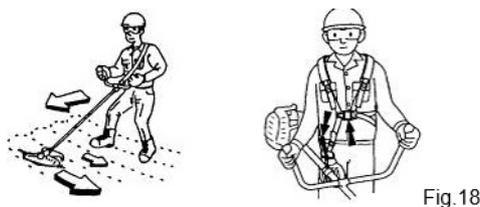

Fig.18
- Corte da direita para a esquerda (Fig. 18)